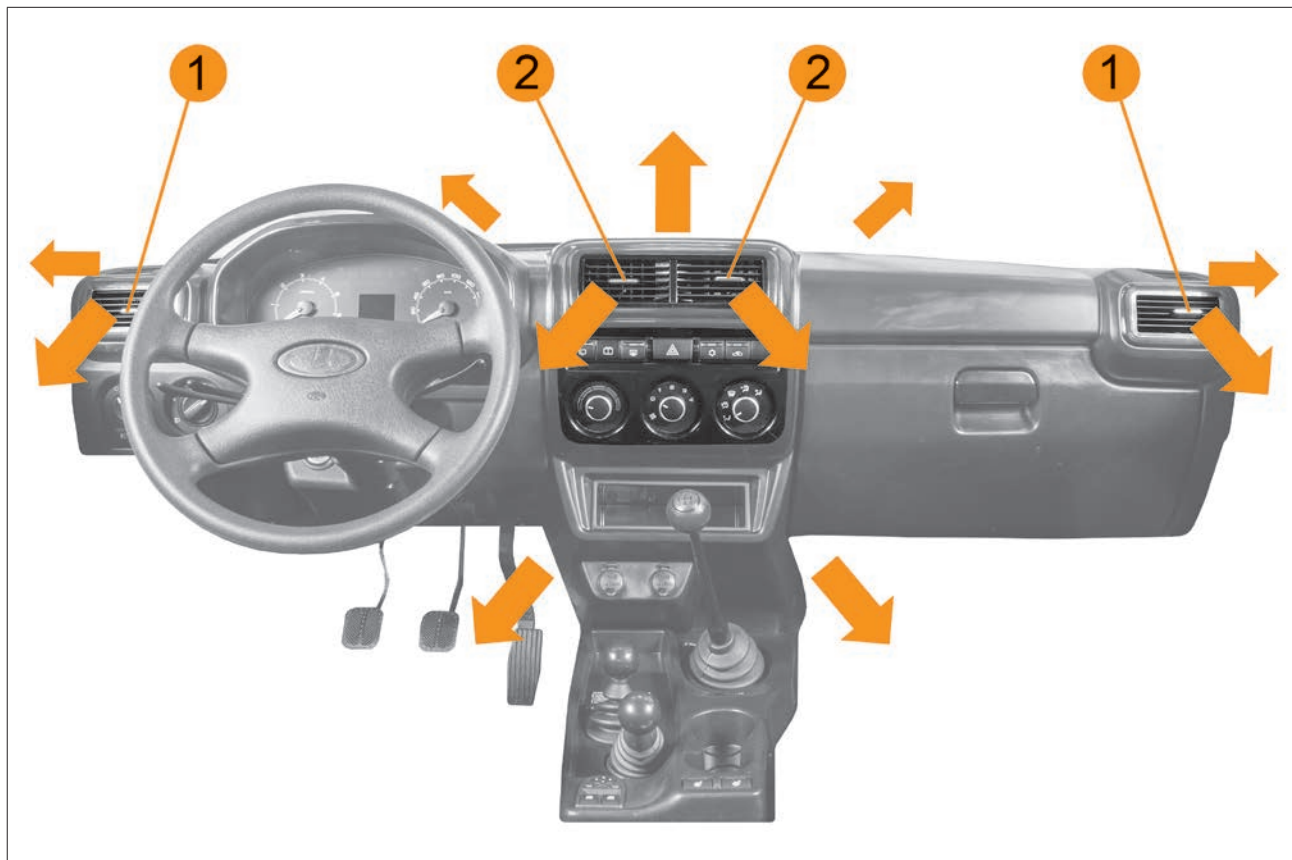

Рис. 26. Дефлекторы отопительно-вентиляционной установки
Рукоятками **1** (рис. 26) регулируется направление воздушного потока в боковых дефлекторах, а рукоятками **2** регулируется направление воздушного потока в центральных дефлекторах.
- рукоятками **1** и **2** (см. рис. 26) отрегулируйте направление воздушных потоков в боковых и центральных дефлекторах в зависимости от желаемого направления;
- рукоятками **1** (см. рис. 26) направить воздушный поток в боковых дефлекторах на соответствующие боковые стекла в зону обзора зеркал заднего вида;
- рукоятками **1** (см. рис. 26) направить воздушный поток в боковых дефлекторах на соответствующие боковые стекла в зону наибольшего обледенения;